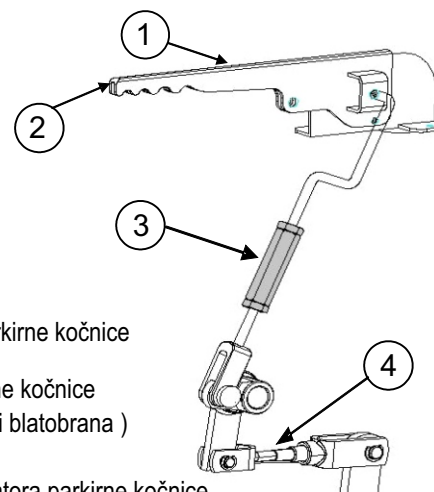

Fig. 5-19
Parkirna kočnica - Fig.5-19
Kada jednom podesite pedale kočnica, podesite i prazan hod parkirne kočnice pomoću navrtke regulatora ③ (Fig.5-19) na kontrolnom spoju na levoj strani traktora, tako da se parkirna kočnica aktivira nakon 7 klikova ustavljačkog točka, koji se osećaju na dugmetu ② poluge.